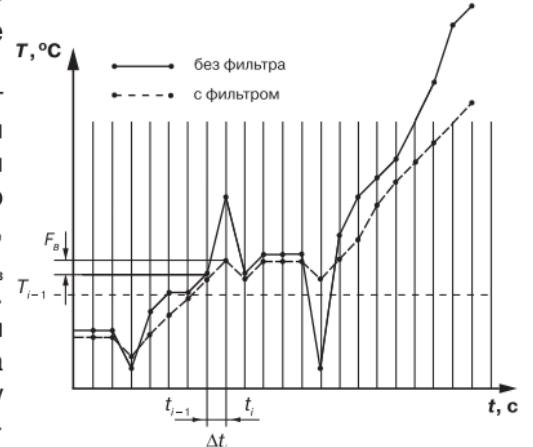

Рис. 4
3.1.4.4.2. Полоса цифрового фильтра позволяет защитить измерительный тракт от единичных помех и задается в единицах измеряемой величины. Если измеренное значение T_i отличается от предыдущего T_{i-1} на величину, большую, чем значение параметра F_b , то прибор присваивает ему значение равное $T_i + F_b$ (**рис. 4**). Таким образом характеристика сглаживается.
Как видно из **рис. 4**, малая ширина полосы фильтра приводит к замедлению реакции прибора на быстрое изменение входной величины. Поэтому при низком уровне помех или при работе с быстроизменяющимися процессами рекомендуется увеличить значение параметра или отключить действие полосы